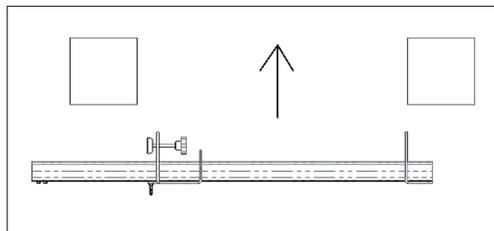

Figura 2.
- Posizionare il dispositivo all'interno del foro di uscita verso la zona di pericolo caduta [Figura 2].